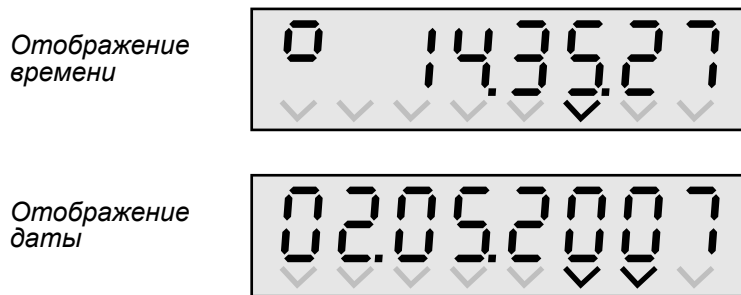

Рисунок 24 Отображение времени и даты
2.4.2 Следует проверить правильность отсчёта текущего времени внутренними часами устройства (рис. 24). Текущее время отображается в установленном часовом поясе (при поставке прибора определён часовой пояс г. Москвы). Знак «0» в левой части экрана информирует о действии периода летнего времени. Мигание значков в нижней части экрана сообщает о диагностировании сбоя в работе часов и недостоверных показаниях текущего времени.